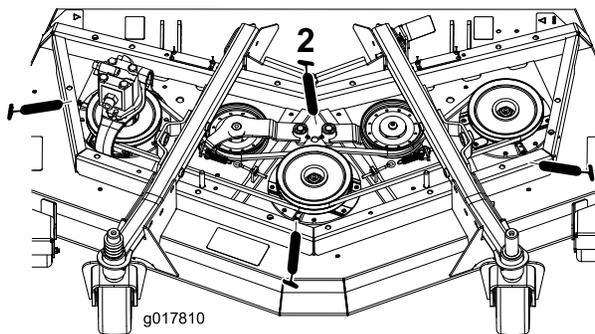

Рисунок 40
- Подшипники валов шпинделей (3 шт.) (расположенные под шкивом) (Рисунок 40)
- Втулки осей поворота рычагов натяжных шкивов (2 шт.) (Рисунок 40)